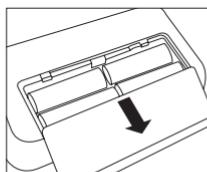

Fig. 1
- Abra o compartimento das pilhas na parte inferior do aparelho (ver Fig. 1). Coloque as pilhas (ver Capítulo 13 "Dados técnicos"). Neste processo, observe à polaridade correta ("+" e "-") na colocação. Feche novamente o compartimento das pilhas. O aparelho passa automaticamente para a função de data/hora e, na primeira utilização, o número „3 1“ é indicado para o dia e o número „12“ para o mês. Portanto, a data ajustada é o 31 de dezembro. Agora, acerte a data e a hora, conforme indicado a seguir.